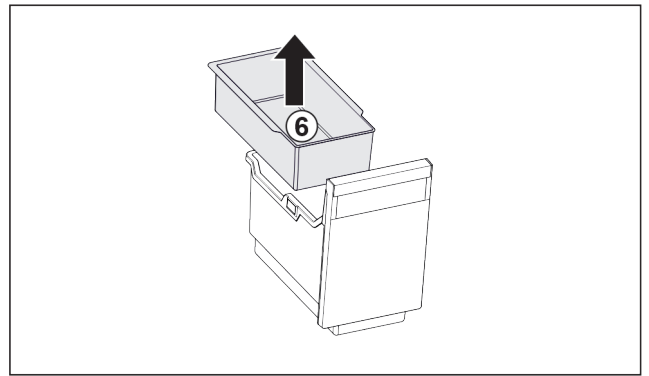

Fig. 195
- ▶ Извлеките Fig. 195 (6) подвесной лоток.